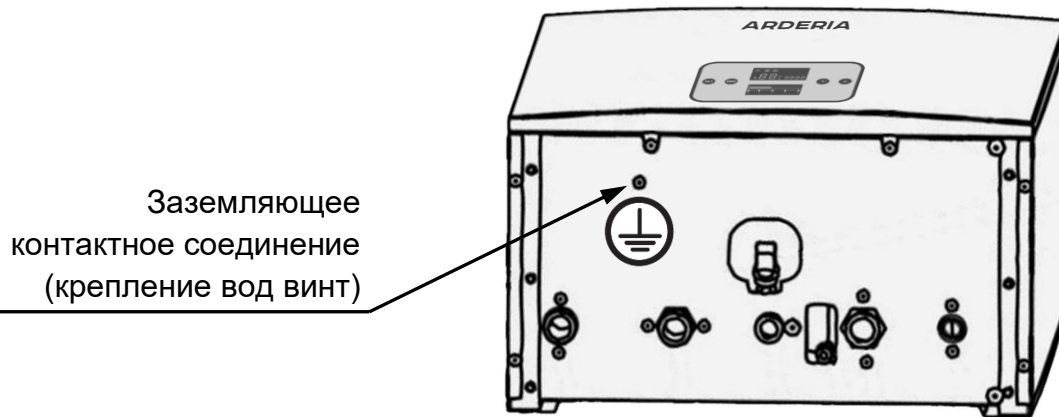

Рис. 17 Заземляющий контакт
- Если котёл подключается к электросети, не имеющей заземляющего провода, можно к заземляющему контакту, располагающемуся на корпусе котла, присоединить отдельный заземляющий провод, то есть заземлить котёл отдельным контуром заземления. Заземляющий контакт находится в нижней части корпуса (рамы) котла (См. Рис. 17).